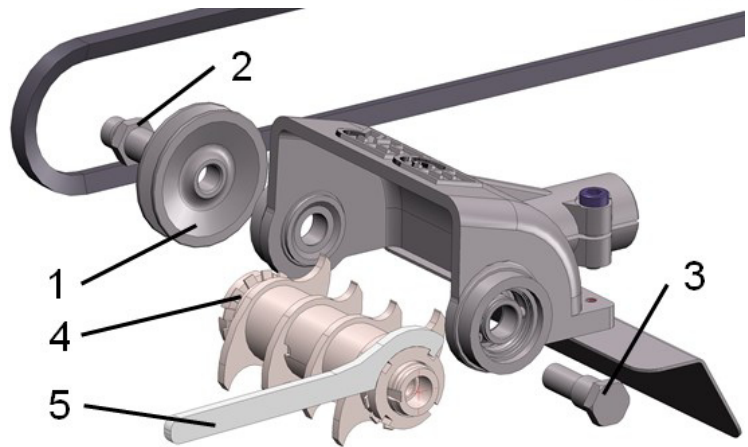

Abb. 14: Messer wechseln
- > Entnehmen Sie die Rundbürste aus dem Gehäuse und lösen Sie das Sicherungsblech (4 – Abb.14).
- > Lösen Sie mit Hilfe der Schlüssel die gegeneinander gekonterten Nutmuttern (5 – Abb.14). Anschließend kann die Rundbürste von der Welle geschoben werden.
- > Schrauben Sie die Keilriemenscheibe (**1** – Abb.14) ab. Nehmen Sie eine Spitzzange zur Hilfe und setzen Sie diese in die seitlichen Bohrungen der Keilriemenscheibe.
- > Schrauben Sie die Lagerwelle kurz (**3** – Abb.14) und die Lagerwelle lang (**2** – Abb.14) heraus.
- > Entnehmen Sie die Welle aus dem Gehäuse und lösen Sie das Sicherungsblech (**4** – Abb.14).
- > Lösen Sie mit Hilfe des Schlüssels die Nutmutter (**5** – Abb.14). Anschließend können die Messer von der Welle geschoben werden.